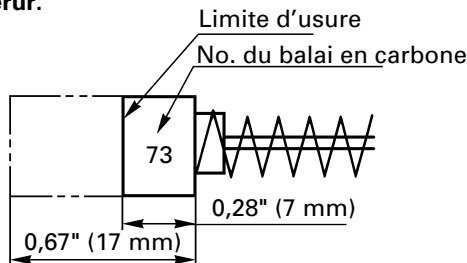

Fig. 18
4. Contrôle des balais en carbone (Fig. 18)
**REMARQUE:** Utiliser le balai en carbone HITACHI No. 73 indiqué sur la Fig. 18.